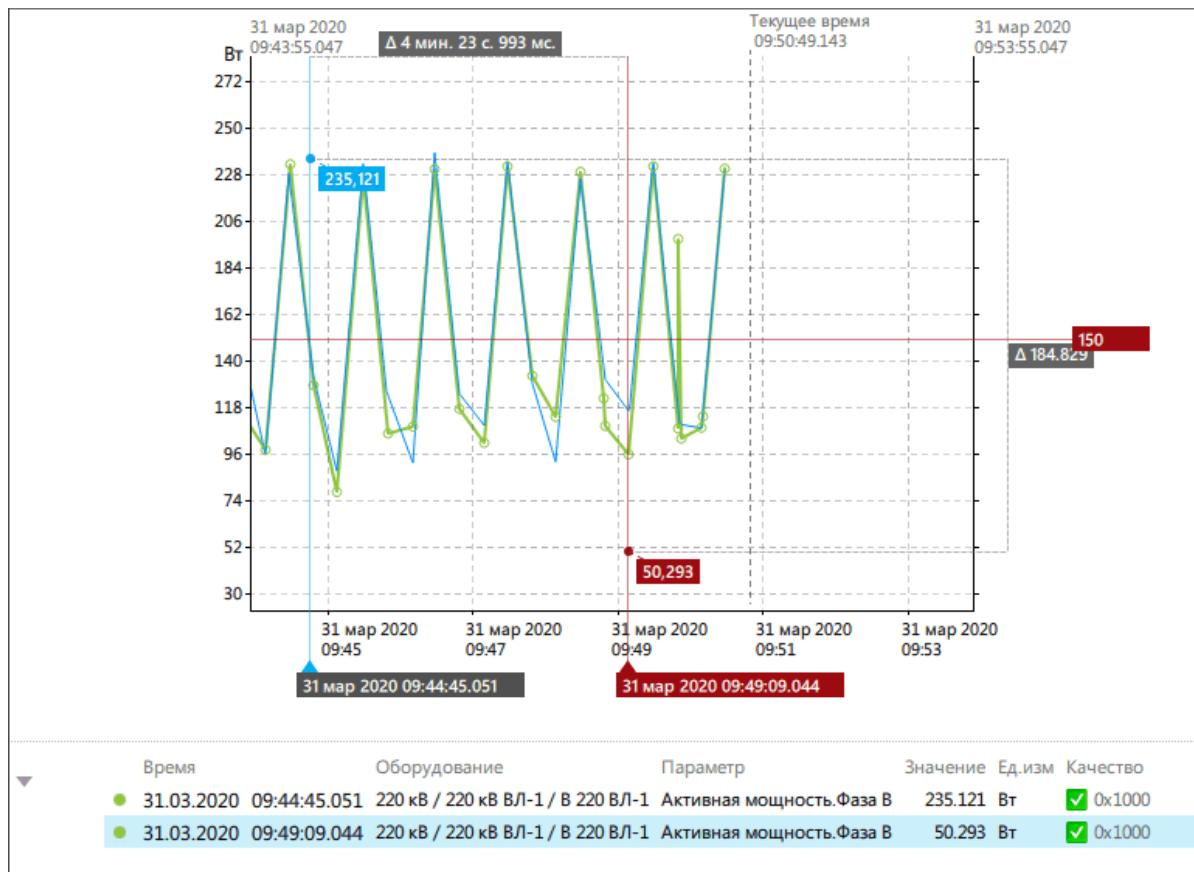

Рисунок 93 - Маркеры
- Для маркеров по времени под графиком отображается информация в таблице маркеров (Рисунок 93).
Разница значений отобразится сверху и справа в виде « Δ =Полученное значение» (Рисунок 93).